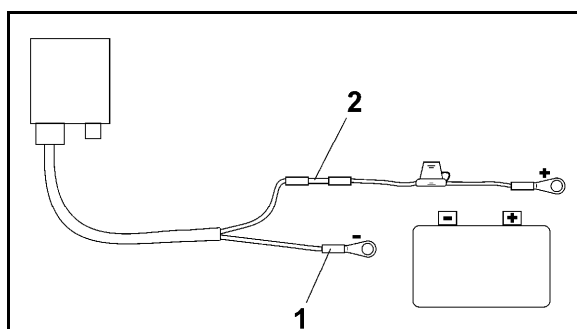

Fig. 4
4. Blå leder (stel) føres ind i løs ringtunge (Fig. 4/1).
6. Brun leder (+ 12 volt) føres ind i fri ende på stødforbinder (Fig. 4/2)
8. Stødforbinder (Fig. 4/2) skrumpes ind med varmekilde (fyrstøj eller varmlufttørrer), indtil klæberen trænger ud